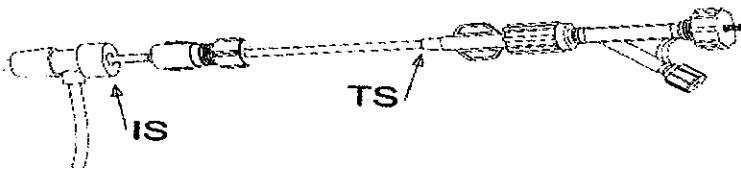

Fig. 11
- En caso de que utilice una vaina de implantación (IS) (Longitud máx. = 90cm), con una válvula hemostática, conecte el catéter de transporte (TS) a la vaina de implantación (IS). (Fig. 11).